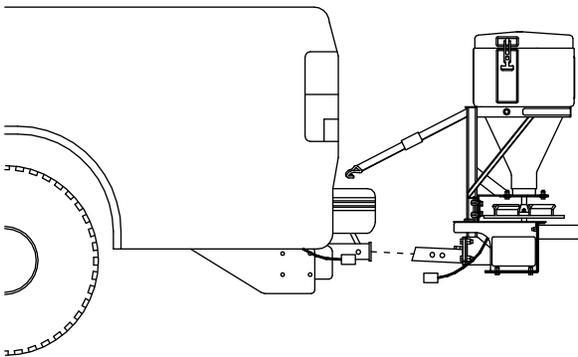

Bild 10
1. Verbinden Sie die Streuerkupplung mit der Fahrzeugkupplung und richten Sie die zweite Befestigungsöffnung an der Streuerkupplung an der Öffnung in der Fahrzeugkupplung aus (Bild 10).